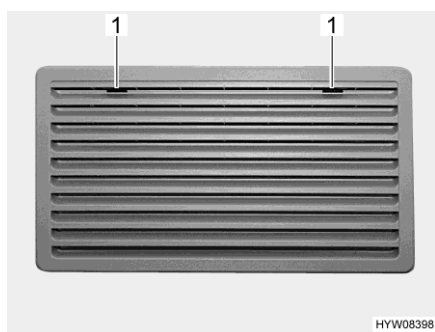
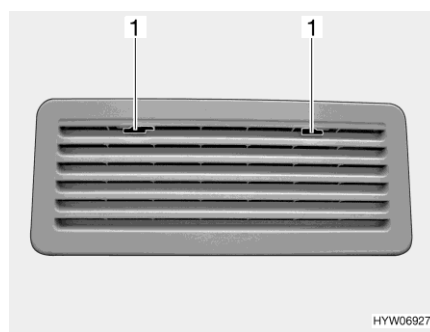

Fig. 263 Griglia di aerazione del frigorifero (Thetford grande)
Fig. 264 Griglia di aerazione del frigorifero (Thetford piccolo)
- Spingere verso il centro l'arresto (Fig. 263,1 o Fig. 264,1).